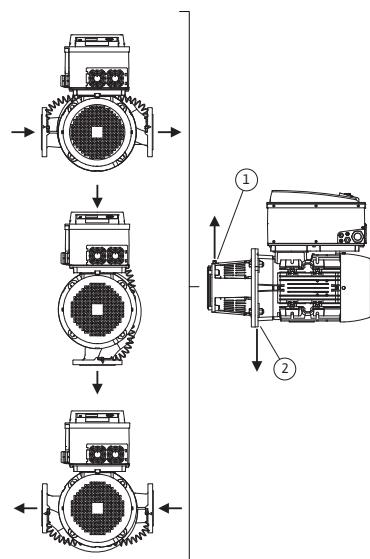
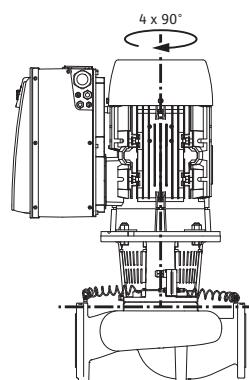

Fig. 18: Posiciones de instalación admisibles con el eje del motor horizontal
Fig. 19: Posiciones de instalación admisibles con el eje del motor vertical
- Con el eje del motor en horizontal, la válvula de ventilación en la linterna (Fig. 6, pos. 1.31) tiene que mirar siempre hacia arriba (Fig. 6a: y Fig. 6b:). Con el eje del motor en vertical se admite cualquier orientación. Consulte a este respecto también Fig. 18: «Posiciones de instalación admisibles con el eje del motor horizontal» en la página 27 y Fig. 19: «Posiciones de instalación admisibles con el eje del motor vertical» en la página 27.
- Con el eje del motor en horizontal, el orificio de condensación debe estar hacia abajo (Fig. 18, pos. 2). Si no es así, gire el motor convenientemente.